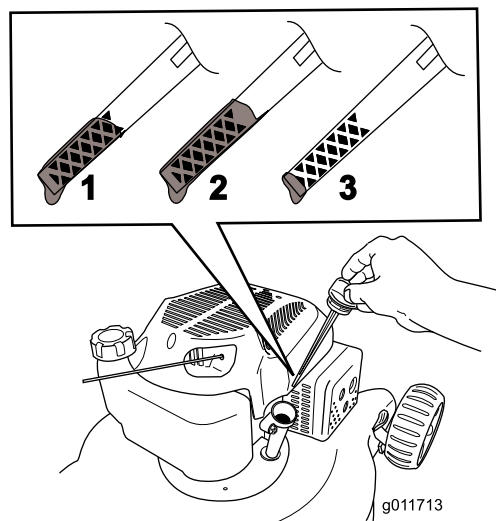

Рисунок 4
2. Извлеките масломерный щуп (Рисунок 4).
3. **Медленно** налейте масло в маслозаливное отверстие, подождите несколько минут, после чего проверьте уровень масла масломерным щупом. Для этого вытрите щуп дочиста и вставьте его в маслозаливное отверстие, **не ввинчивая при этом** крышку в маслозаливное отверстие (Рисунок 4).
**Примечание:** Заливайте масло в картер двигателя до тех пор, пока масломерный щуп не покажет, что достигнут нужный уровень масла в двигателе, как показано на Рисунок 4. В случае перелива слейте некоторое количество масла